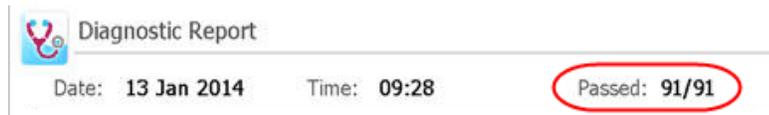

Figure 17 Bannière du rapport de diagnostic, avec les résultats des tests encadrés en rouge
- 9 Vérifiez le rapport de diagnostic. La bannière affichée en haut des listes du rapport mentionne le nombre de tests réussis sur le total des tests effectués (voir Figure 17).